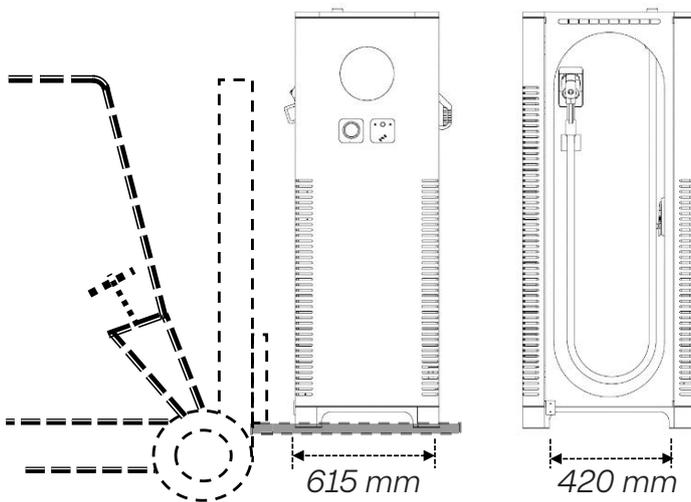

Figura 4.6.1
- > Introduzca la carretilla elevadora desde la parte inferior orientada hacia el lado del enchufe (CCS o CHAdeMo) de la estación de carga y mueva la estación de carga al lugar de instalación deseado. Como se muestra en la figura 4.6.1, la anchura de la horquilla es de hasta 420 mm y la longitud de la horquilla es de mínimo 600 mm. **¡Mueva la estación de carga con la máxima precaución!**